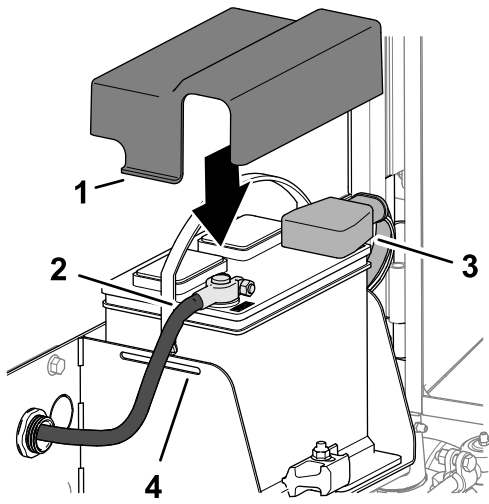

图 85
- 将正极电池接线红色安装到正极 (+) 电池接线柱上 图 85。